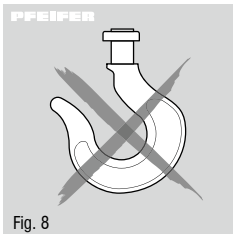

Fig. 8
- Il est interdit de retirer l'étrier de sécurité de crochet de levage ou de traction (Fig. 8).